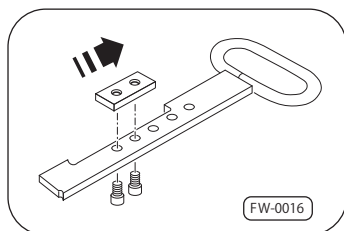

図13 ハンドル上の調整ブロック
1. セミ・トレーラーを切り離し、リリース・ハンドルを図13の調整部品から2本のネジを緩めて下さい。